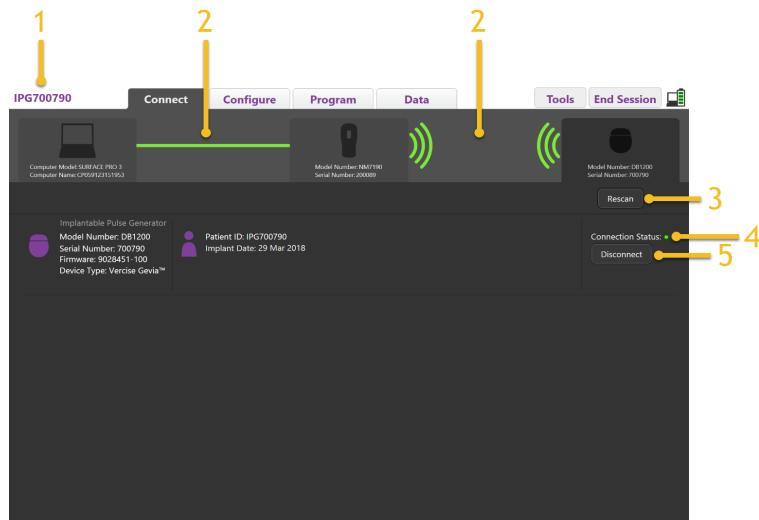

Figura 4. Ligação estabelecida entre o CP e o Estimulador
5. Depois de estabelecer uma ligação entre o CP e o Estimulador, é apresentado o seguinte ecrã (Figura 4).